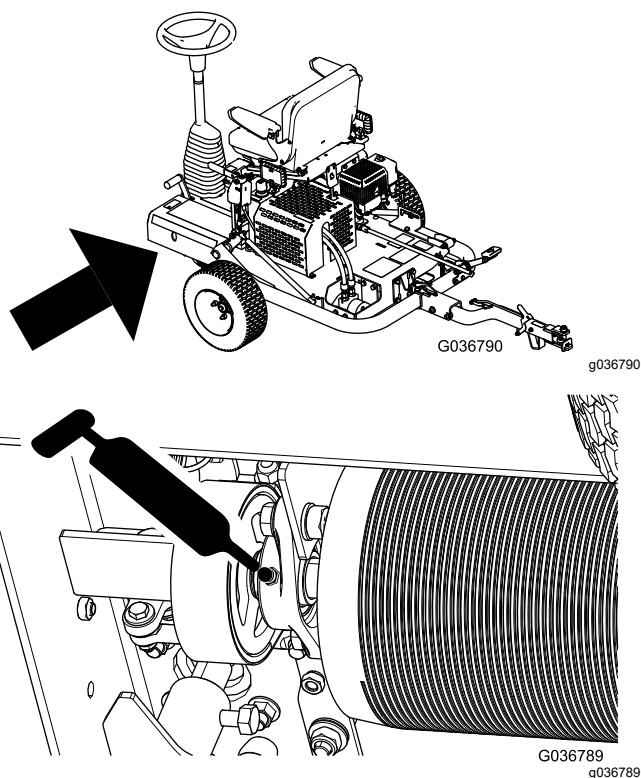

Figura 26
3. Bombee grasa en el punto de engrase, tal y como se muestra en la Figura 26.